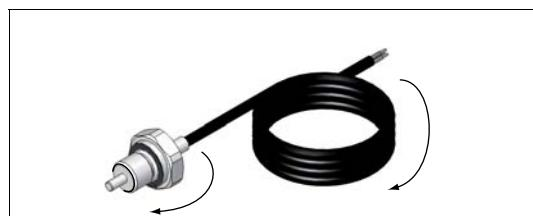

Fig. 12 Dérouler librement le câble
- ▶ Si le câble n'est pas débranché, veiller à ce qu'il soit tiré en douceur pour éviter d'endommager le capteur de température, voir Fig. 12, page 18.